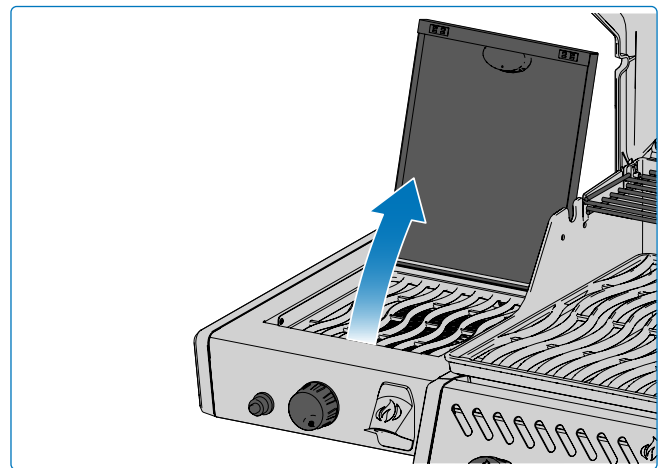

Fig. 10
1. Abra la tapa del quemador (**Fig. 10**)